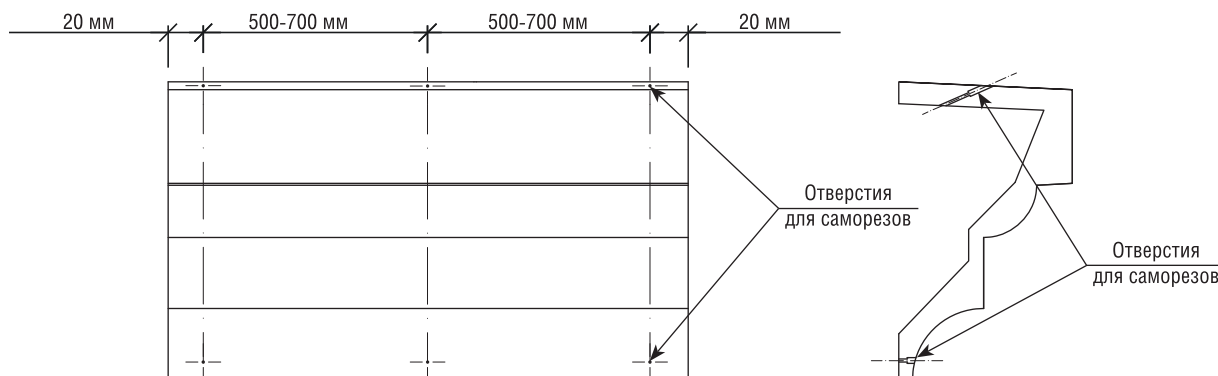

Рис. 1-2
**1.2** Разметьте и просверлите отверстия, либо только наметьте отверстия в молдингах с шагом 500-700мм для крепления дюбель-гвоздями, при этом первое и последнее отверстие на изделии должно располагаться на расстоянии 20 мм от краёв. С внешней стороны изделия эти отверстия должны быть раззенкованы под размер головки самореза (*рис. 1-2*).